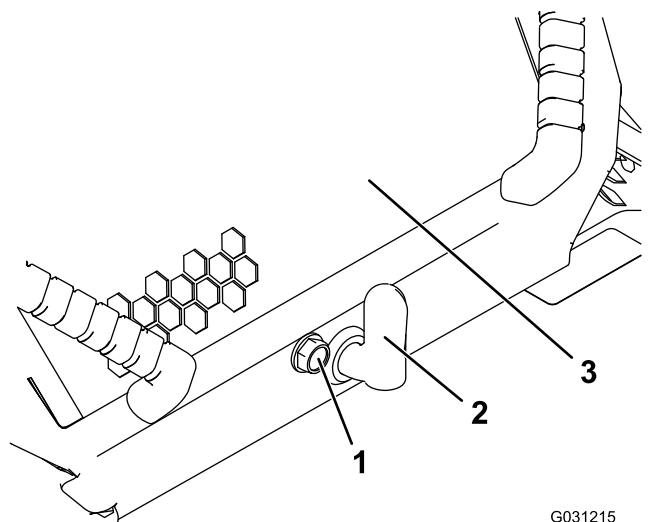

Figure 34
1. Desserrez la vis de verrouillage du capot (Figure 34).
2. Tournez le verrou du capot dans le sens horaire (Figure 34).
3. Soulevez les poignées et relevez le capot (Figure 34).
3. Serrez la vis de verrouillage du capot pour fixer le verrou (Figure 34).